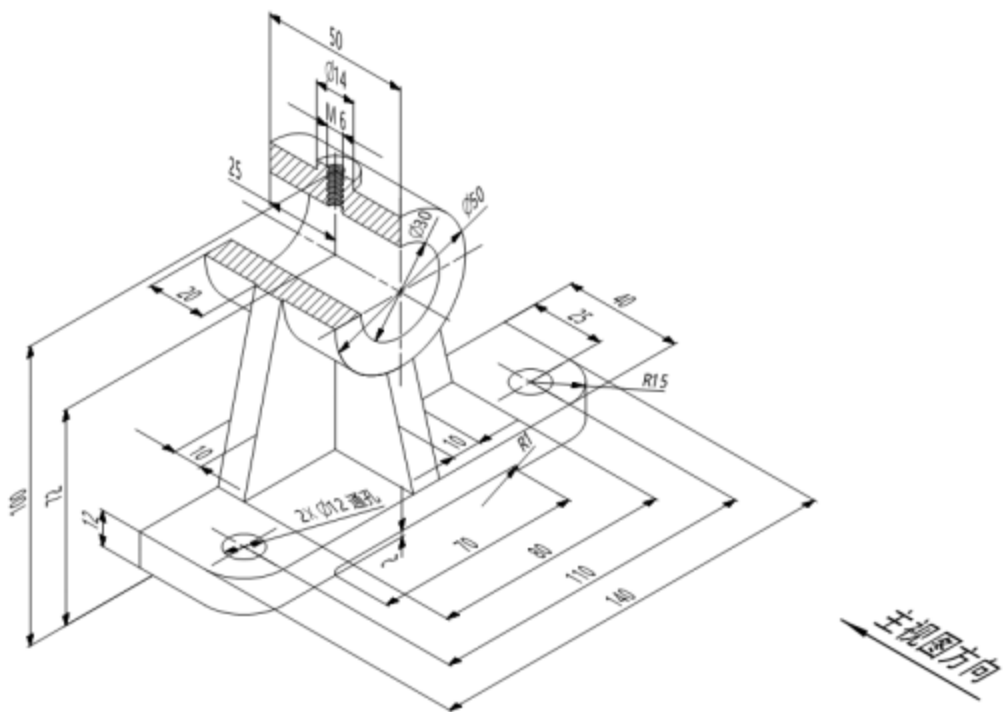

图 2 零件轴测图
根据图 2 所示零件轴测图及题目中其他要求，在答题纸上绘制零件图，图幅 A3，比例 1:1。
3. 图 2 中  $\phi 30$  孔表面粗糙度 Ra3.2， $\phi 50$  外圆、 $\phi 14$  凸台顶面及底板底面粗糙度 Ra6.3， $2 \times \phi 12$  通孔、M6 螺纹面粗糙度 Ra12.5；其余表面不需加工；
4. 图 2 中  $\phi 30$  孔轴线相对于底面（代号为 A）平行度公差为 0.02mm；